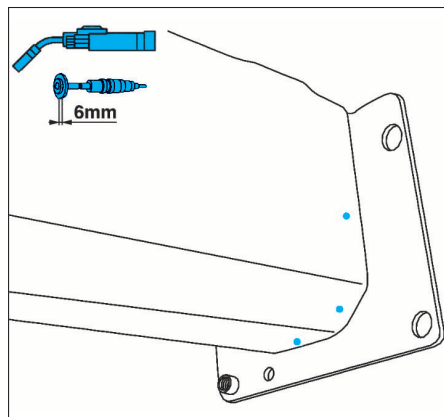

FIG. 18
- Après ajustage, souder au MIG ou avec une poutreuse électrique (Fig.18 à 21) puis meuler.